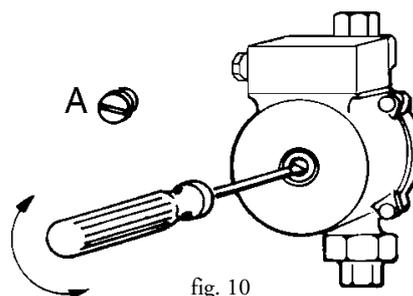

fig. 10
- Allentare il tappo A (fig. 10) e far fuoriuscire l'eventuale aria presente.